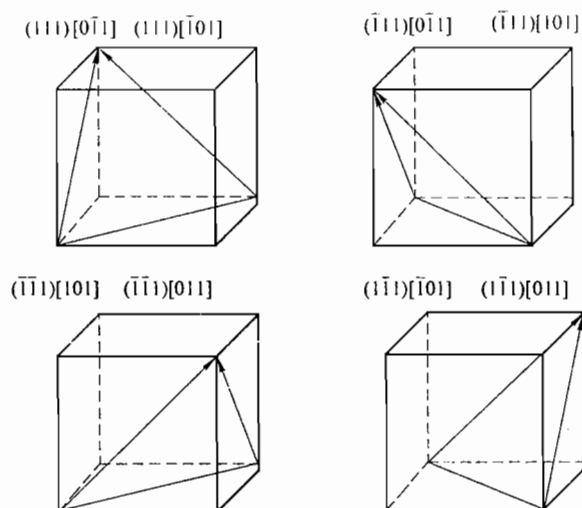

图 18-2 第二题第 2 小题解答图
2. 共 12 个滑移系, 其中可能开动的有 8 个, 如图 18-2 所示。